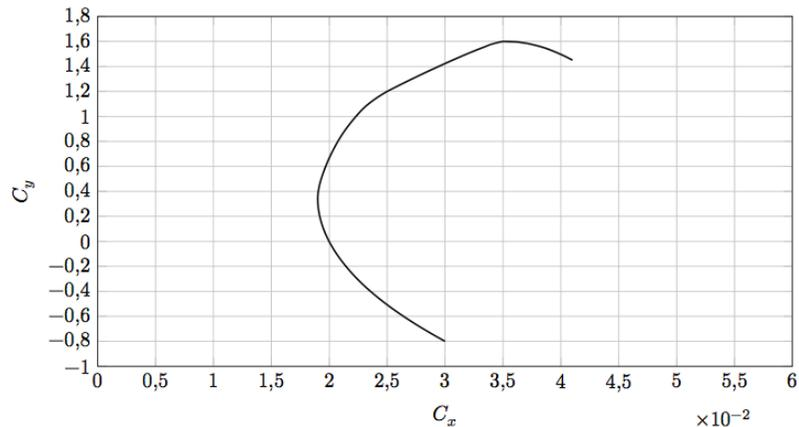

Figure 6
La figure 6 présente la *polaire de type Eiffel* de l'aile d'un A320. Il s'agit de la courbe représentant, pour un nombre de Reynolds donné, la valeur de C_y en fonction de celle de C_x pour chaque valeur de l'angle d'incidence.
- Q 14. En utilisant la figure 6, évaluer numériquement la finesse maximale de l'aile considérée.